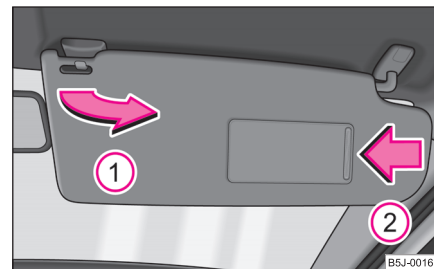

Fig. 40 Pare-soleil: Actionnement
Vous pouvez sortir du support le pare-soleil pour le conducteur resp. le passager AV et le faire pivoter vers la porte dans le sens de la flèche ① ⇒ fig. 40.